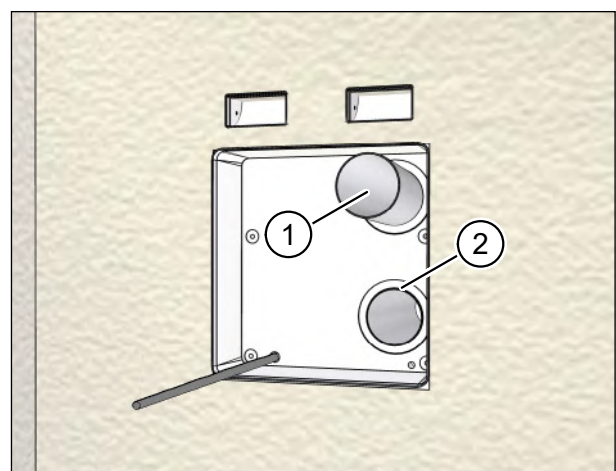

Abb. 42: Lüftungsrohre ablängen
- ▶ Schieben Sie beide Lüftungsrohre (Pos. 1 in Abb. 42) soweit in die Öffnungen des Montagesets ein, dass sie bündig mit der Innenseite des Montagesets abschließen (Pos. 2 in Abb. 42).